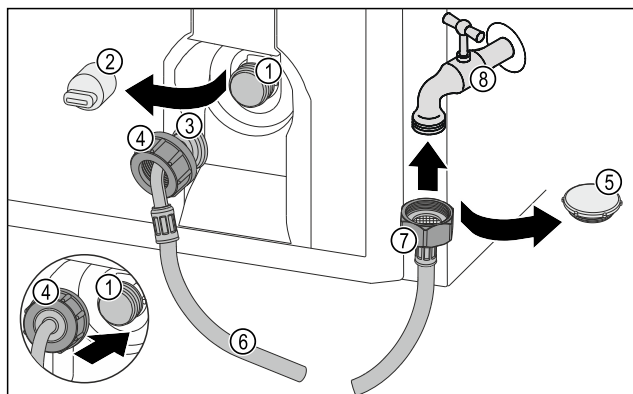

Fig. 54
- Uzavírací víčko Fig. 54 (5) odstraňte.
- Rovný konec hadice Fig. 54 (7) připojte k vodovodnímu kohoutku Fig. 54 (8).
- Utáhněte matici na rovném konci hadice Fig. 54 (7) ve směru hodinových ručiček.